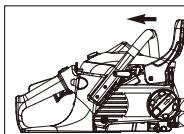

Fig. 3A
- Sørg for at CHAIN BRAKE®-spaken er trukket tilbake i DISENGAGED (Deaktivert)-posisjonen. (Fig.3A)